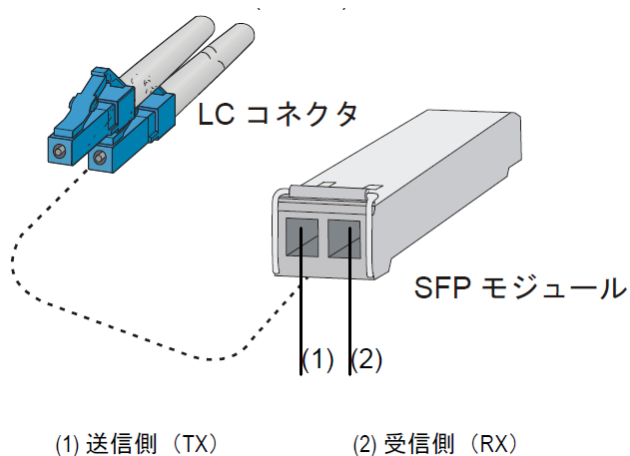

図 5-6 LC光ファイバコネクタとSFPモジュールの接続
- 2) SFP モジュールの防塵カバーを外し、**図 5-6**で示すように、ファイバコネクタの一端のプラグを装置に設置された SFP モジュールの光ポートに接続し、コネクタのもう一方の端を対向装置のモジュールに接続してください。